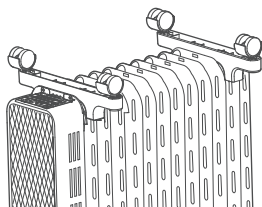

图2
- 3.如图2所示，将带有万向轮的支脚安装槽对准并卡在第二个散热片上，另外一个支脚安装槽对准卡在倒数第二个散热片上。安装牢靠后再将取暖器放正，轮子着地即可。